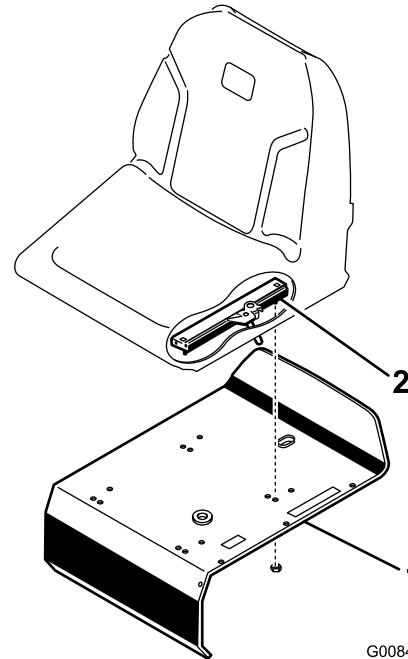

図 3
3. 付属部品に入っているロックナット5/16 インチを使って、シートスライドをシートサポートに固定する**図 3**。